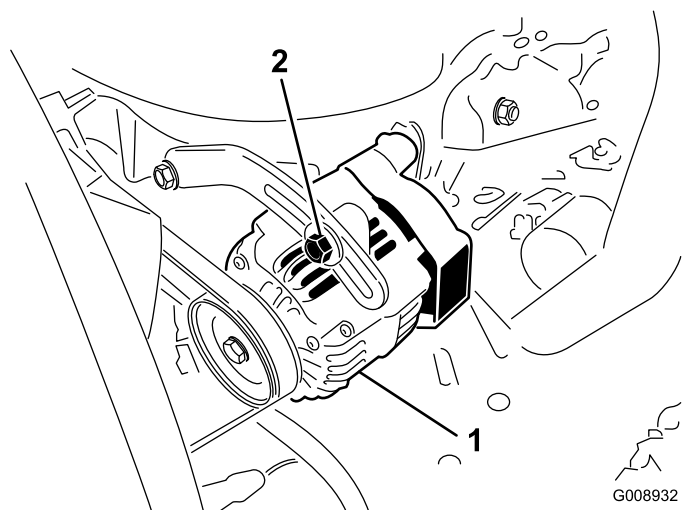

Рисунок 45
2. Если прогиб не равен 10 мм, ослабьте болты крепления генератора (Рисунок 45).